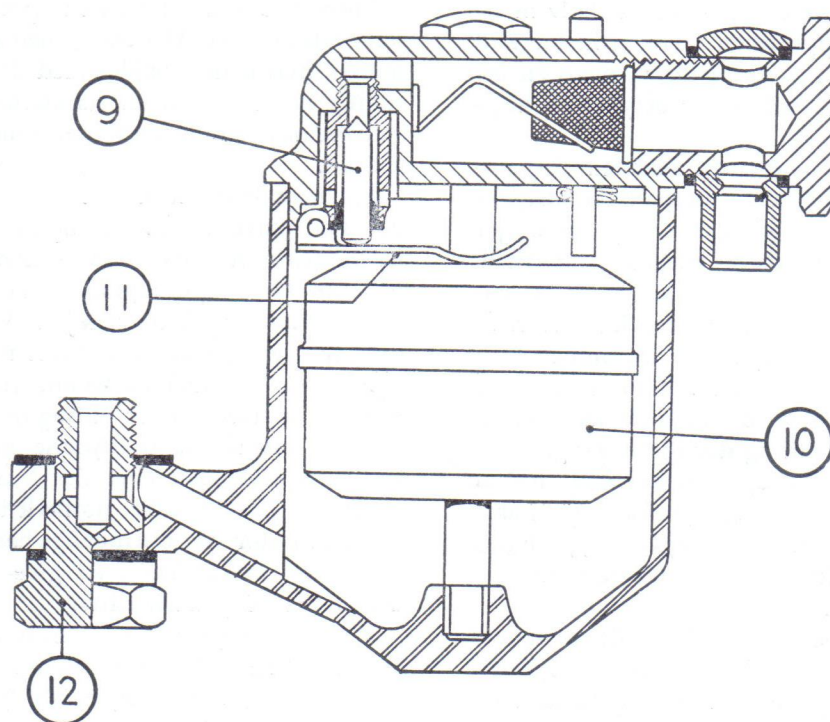

Fig. A. 2
Karburatoren i sin enkleste form er opbygget som vist på fig. A. 1 og A. 2, der viser en typisk vandret eller horizontal-karburator. På fig. A. 1 ses enkelthederne i karburatorhuset, gasspjældet, den vandrette, variable luftindsugning (eller venturi) med vacuumklokke og stempel samt det variable strålerør. Fig. A. 2 viser et normalt svømmerhus.
Vi går nu videre til svømmerhuset på fig. A. 2. Dette er af almindelig konstruktion og indeholder en nåleventil (9), som arbejder i et særskilt sæde, der er skruet ind i selve svømmerhusdækslet. Endvidere en svømmer (10), der med stigende niveau går til vejrs og til sidst lukker nålen tæt imod ventilens sæde ved hjælp af en gaffelformet vippearms (11), der er hængslet på den anden side af nåleventilen. (Se afsnit F. 1 vedrørende forskellige typer nåleventiler).
svømmerhuset ved hjælp af samlebolten (43), der svarer til (12) på fig. A. 2. I visse tilfælde kan den også være påstøbt svømmerhuset (33), og benzintilførslen sker da direkte fra svømmerhus til startkarburator.